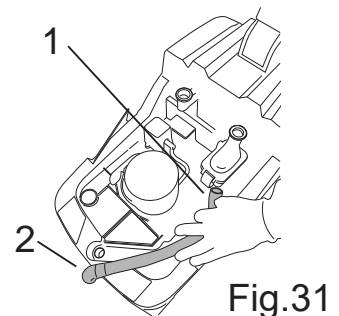

Fig.31
- Løsne slangen fra strupeventilen (fig. 31 - ref. 1) og fra den framre sugenalen (fig. 31 - ref. 2).